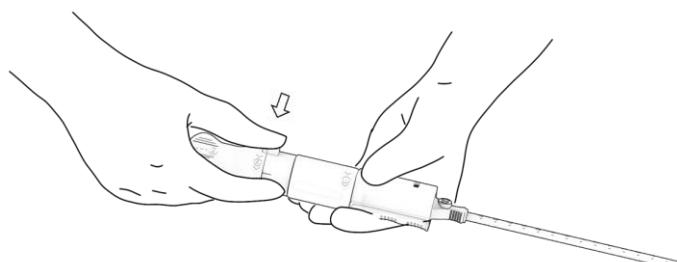

Figur 14. Udtagning af guidewire.
- a. Find indikatoren mærket '3', og fjern guidewiren helt fra patienten og PerQseal+ lukkeanordningen. Guidewireudtagning kan gøres af en assistent. Figur 14.